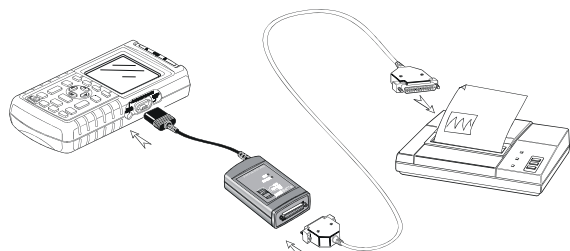

图 7-2. 连接并行打印机
- 打印转接线（PAC91，选件），将并行打印机连接到测试仪的 OPTICAL PORT（光学端口）。见图 7-2。